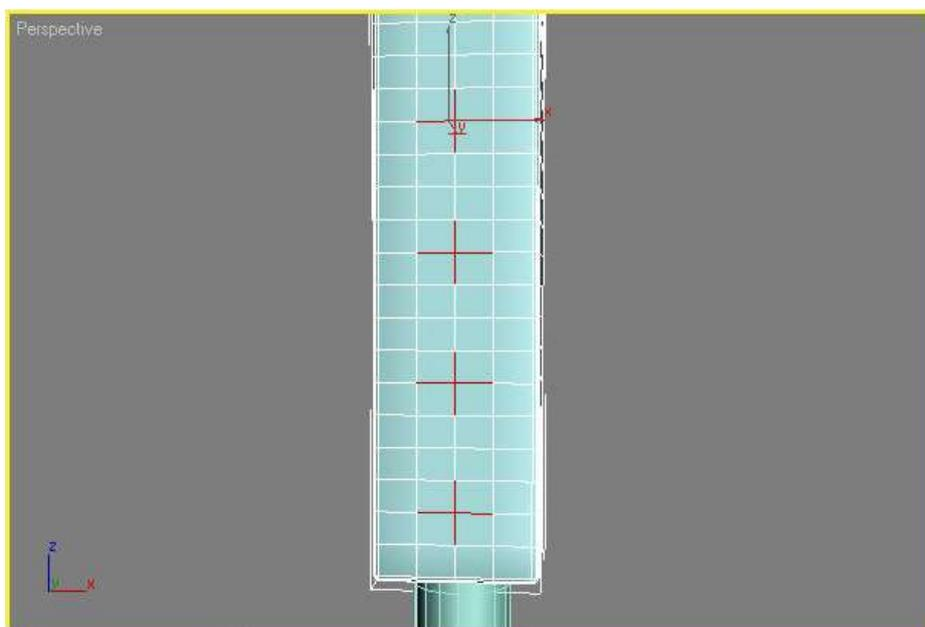

Рис. 44 – Выделение ребер на объекте ChamferBox (Параллелепипед со скошенными углами)
4. Выделите объект ChamferBox (Параллелепипед со скошенными углами) в окне проекции и перейдите на вкладку командной панели **Modify (Изменение)**. Раскрыв список **Editable Poly (Редактируемая полигональная поверхность)** в стеке модификаторов, перейдите в режим редактирования **Edge (Ребро)**. Нажав и удерживая клавишу Ctrl, выделите группы, содержащие по четыре ребра, в центральной части объекта так, как это показано на рис. 44. При этом они станут красными.